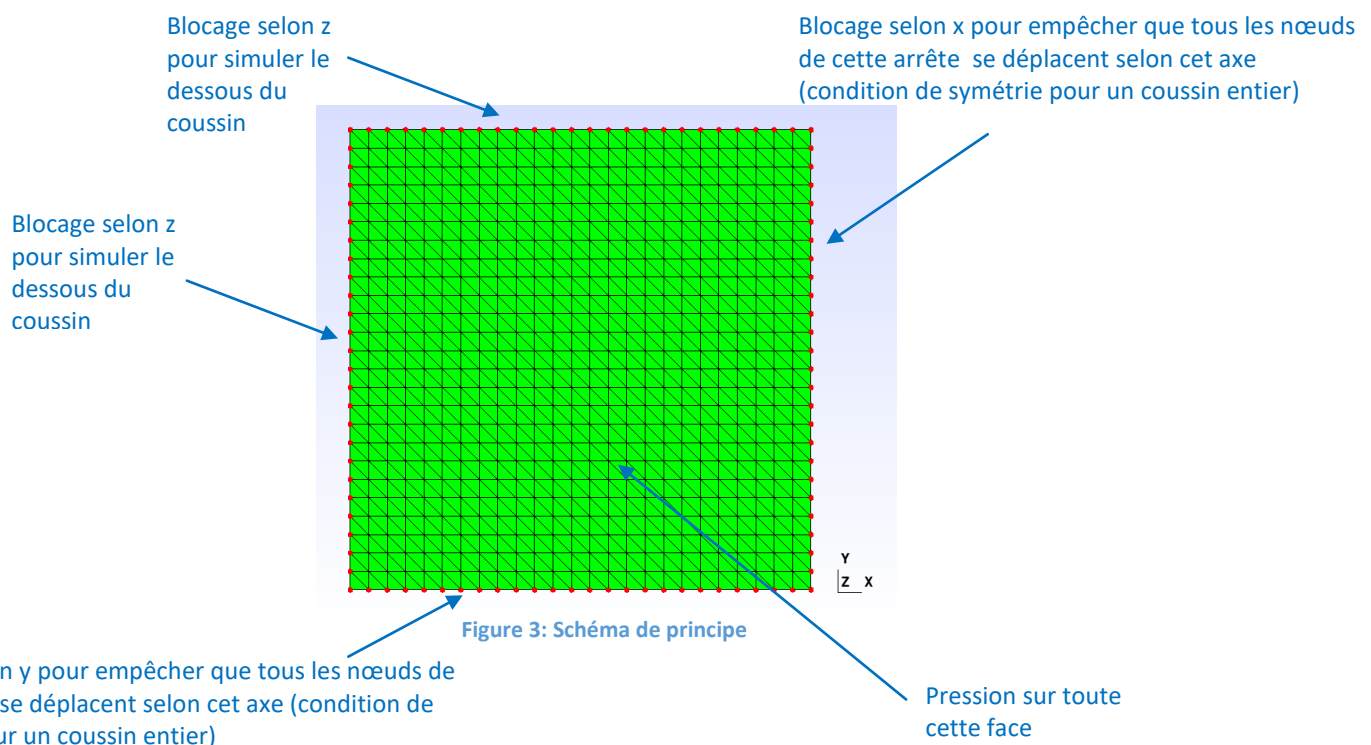

Figure 3: Schéma de principe
Nous allons expliquer la mise en donnée pour la mise en place de conditions de symétries pour 1/8 du coussin et l'ajout d'un effort de type pression. Le principe est le suivant (figure 3):
- Blocage de certains nœuds (voir figure 3)